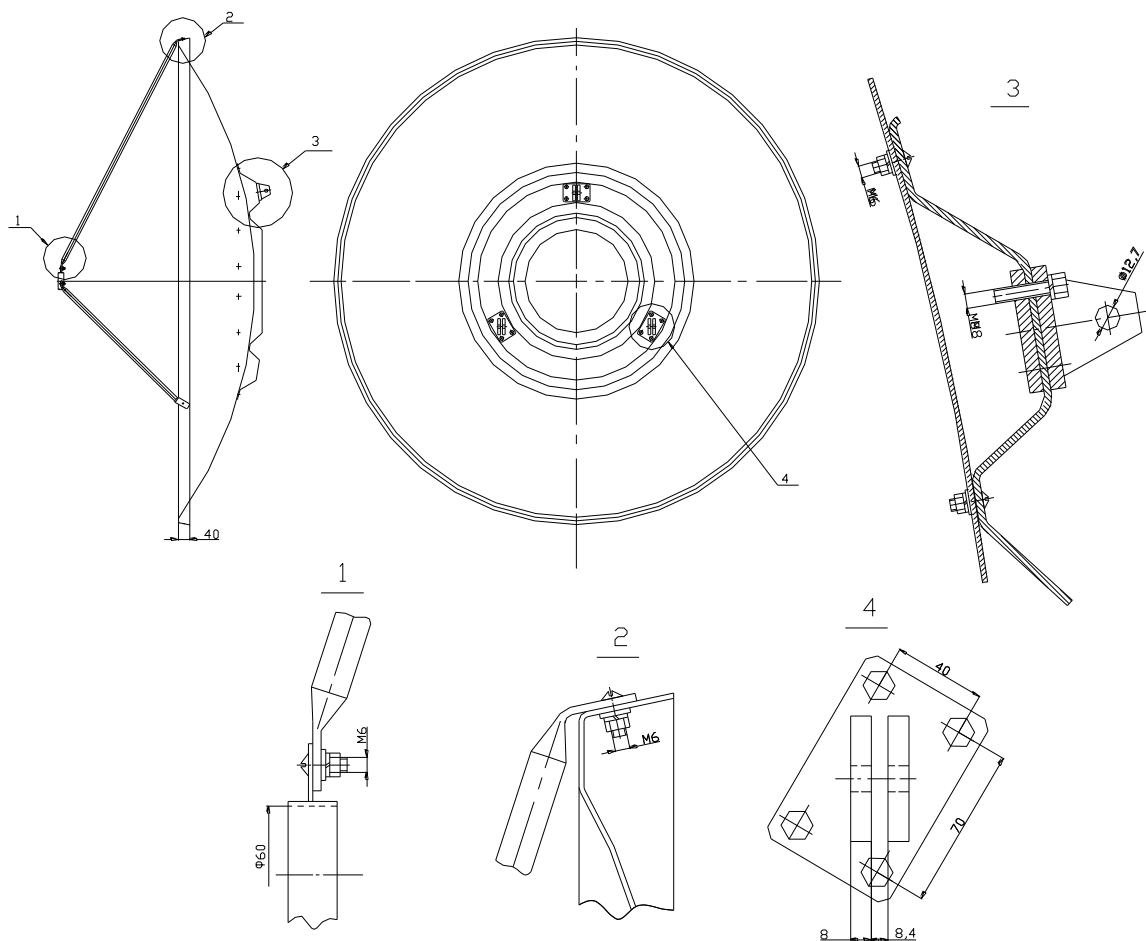

Рис.2
Сборка антенны производится в соответствии с рис. 2.
- разобрать кронштейны (отвернуть болты) и закрепить кронштейны на подзеркальнике согласно (Рис.2, узел.3) , установив резьбовую пластину с внутренней стороны, а кронштейны с наружной стороны подзеркальника;
- совместить отверстия в подзеркальнике с отверстиями в рефлекторе и закрепить винтами М6 х 16 (см. Рис.2, узел.3).
4. Установить растяжки, для чего: закрепить один конец растяжки на рефлекторе винтом М6 х 16, а второй конец на держателе облучателя винтом М6 х 16 (см. Рис.2,узел 1 и узел 2).